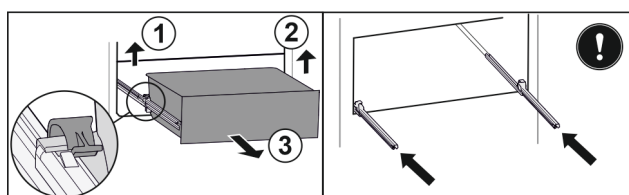

Fig. 101
- Dvignite levo spojko in hkrati povlecite predal levo naprej. Fig. 101 (1)
- Dvignite desno spojko in hkrati povlecite predal desno naprej. Fig. 101 (2)
- Predal vzemite ven v smeri naprej. Fig. 101 (3)